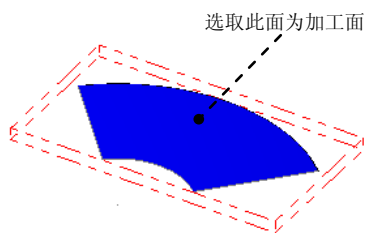
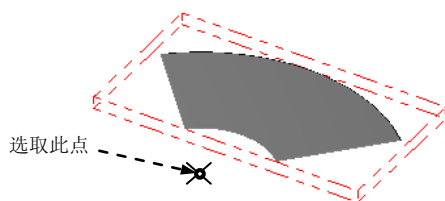

图 5.3.3 选取加工面
图 5.3.4 定义放射中心
Step2. 选择加工面及放射中心。在图形区中选取图 5.3.3 所示的曲面, 然后单击 **Enter** 键, 系统弹出“刀路/曲面选择”对话框, 在对话框的 **放射点** 区域中单击 按钮, 选取图 5.3.4 所示的圆弧的中心为加工的放射中心, 对话框中的其他参数设置保持系统默认设置值, 单击 按钮, 系统弹出“放射状曲面粗车”对话框。